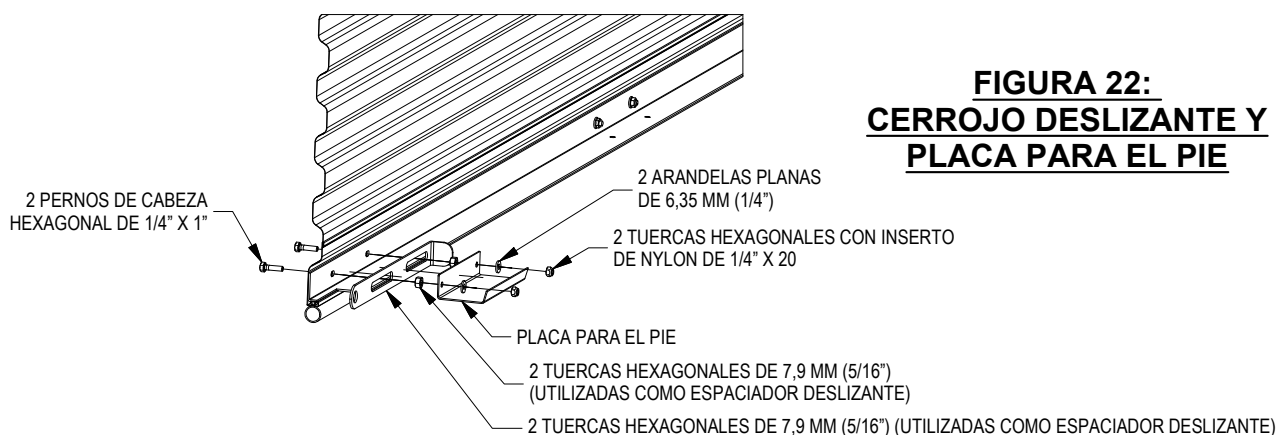

FIGURA 22:
- Baje la barra inferior e instale el cerrojo deslizante y la placa para el pie utilizando 2 pernos hexagonales de $\frac{1}{4}$ " - 20 x 1", 2 tuercas hexagonales de $\frac{5}{16}$ " - 18, 2 arandelas planas de $\frac{1}{4}$ " y dos tuercas hexagonales con inserto de nylon de $\frac{1}{4}$ " - 20. Haga esto en ambos extremos de la barra inferior. *Vea la figura 22.*